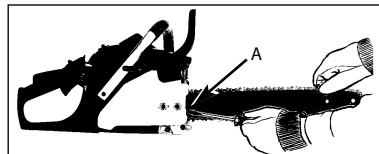

Рис. 5
1. Чтобы увеличить натяжение цепи, возьмитесь за носок пильной шины и поверните регулировочный винт (D) ПО ЧАСОВОЙ СТРЕЛКЕ. Поворот винта ПРОТИВ ЧАСОВОЙ СТРЕЛКИ позволит Вам ослабить натяжение. Убедитесь, что цепь плотно прилегает к пильной шине (Рис. 5).